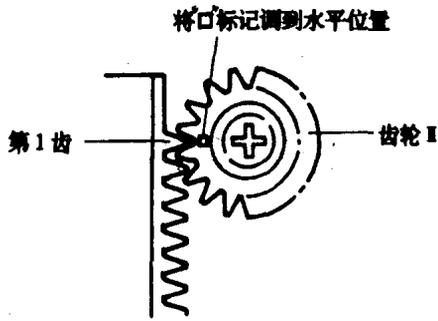

图 1-1-4
(1) 将碟片夹盘放到 I 的位置，打开托盘 I 的开关；
(2)将托盘 I 的第 1 齿调到齿轮 I 的“+”标记位置,插入托盘 I (如图 1-1-4 所示)。